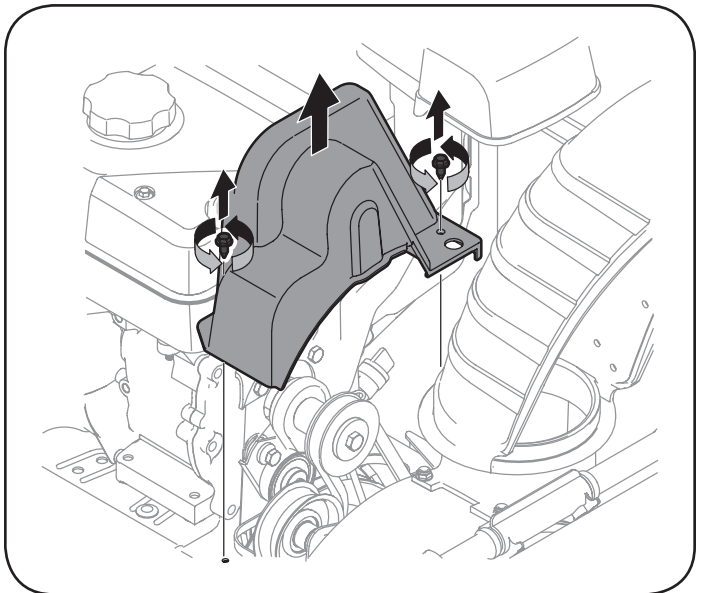

Figura 26
2. Saque la cubierta plástica de la correa ubicada en el frente del motor. Para ello saque los dos tornillos autorroscantes. Vea la Figura 26.